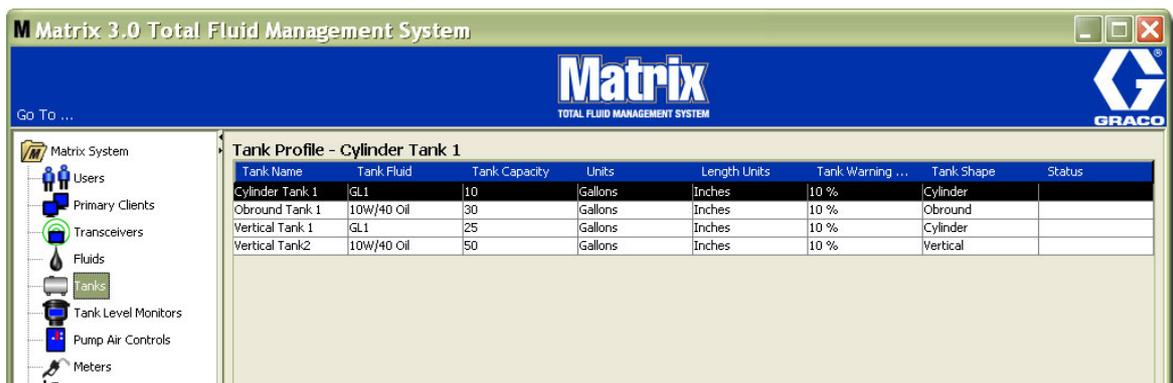

ABB. 103
1. Wenn alle benötigten Informationen zum Tankprofil angegeben wurden, klicken Sie auf „OK“, um das Fenster zu schließen und die Änderungen zu speichern. Der Tank wird zur Liste hinzugefügt, wie in ABB. 103 gezeigt.
2. Um ein Tankprofil zu ändern (ABB. 103), heben Sie den im Tank-Hauptfenster aufgeführten Eintrag hervor, wie in ABB. 103 gezeigt.